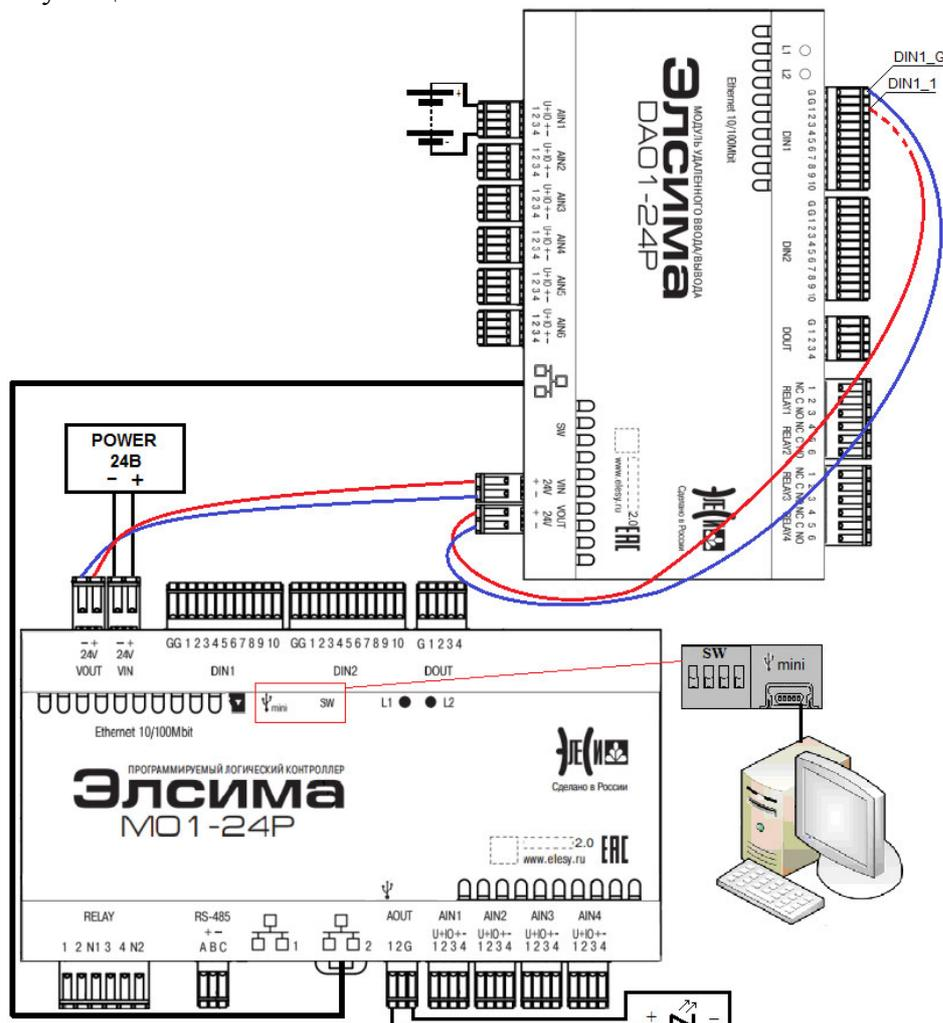

Рисунок 2.1 – Схема подключения контроллера и модуля УВВ Элсима-DA01
5. Соединить одним проводом VOUT «-» модуля УВВ Элсима-DA01 с DIN1_G модуля. Другой провод подключить одним концом к разъему VOUT «+», вторым концом провода можно подавать сигналы на дискретный вход DIN1 (рисунок 2.1).
6. Подключить контроллер к компьютеру путем соединения разъема «mini-USB тип В» (USB2, «») ПЛК кабелем USB с ПК (рисунок 2.1), используя драйвер виртуальной сети RNDIS. Подробную информацию о драйвере можно найти в документе «Контроллер программируемый логический Элсима. Руководство по эксплуатации».